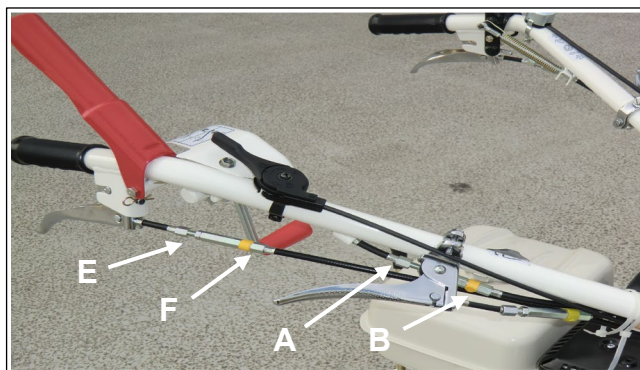

Figure 19
- Si la lame ne s'arrête pas lorsque le levier de lame est relâché, réglez le câble de tension comme suit : dévissez la vis de blocage (A, Figure 19) et dévissez l'écrou (B, Figure 19). Essayez à nouveau la machine. Effectuez à nouveau le réglage si nécessaire. Lorsque le réglage est effectué, vissez la vis de blocage (A, Figure 19) sur l'écrou (B, Figure 19).
- Si la lame ne bouge pas lorsque vous appuyez sur le levier de transmission, réglez le câble de tension comme suit : dévissez la vis de blocage (A, Figure 19), puis vissez l'écrou (B, Figure 19). Essayez à nouveau la machine. Effectuez à nouveau le réglage si nécessaire. Lorsque le réglage est effectué, vissez la vis de blocage (A, Figure 19) sur l'écrou (B, Figure 19).
- Dévissez l'écrou de blocage (E, Figure 19).